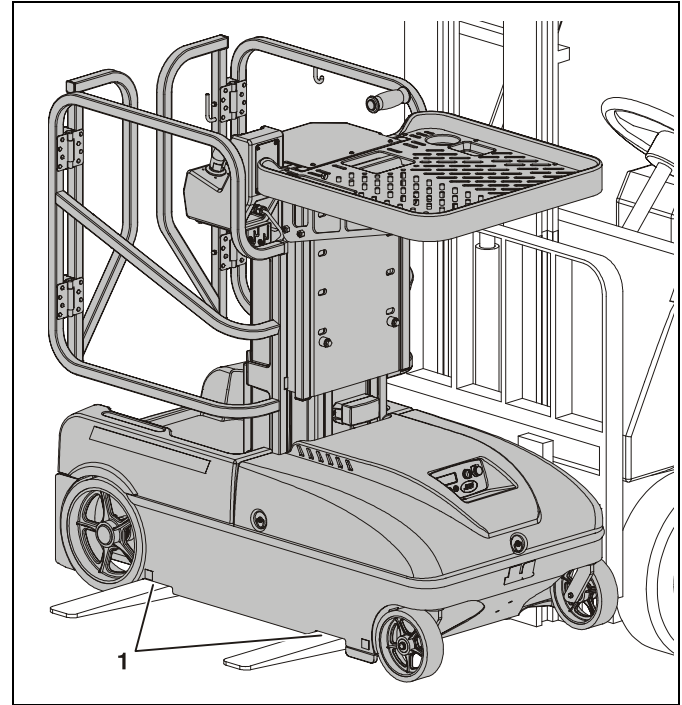

Figura 3-9. Furos para garfos de empilhadora.
- Deslocando máquina com uma empilhadora, com os garfos aplicados nos furos de elevação existentes no chassis da máquina. (Ver Figura 3-9. na página 3-29)